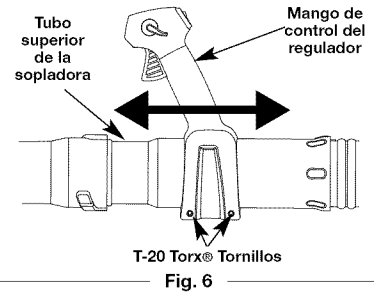

Fig. 6
1. Mueva el mango de control del regulador a un lugar en el tubo superior de la sopladora que proporciona el mejor agarre (Fig. 6).
2. Utilizando un destornillador Torx® T-20, apriete los dos tornillos que están en la parte inferior del mango de control del regulador (Fig. 6).